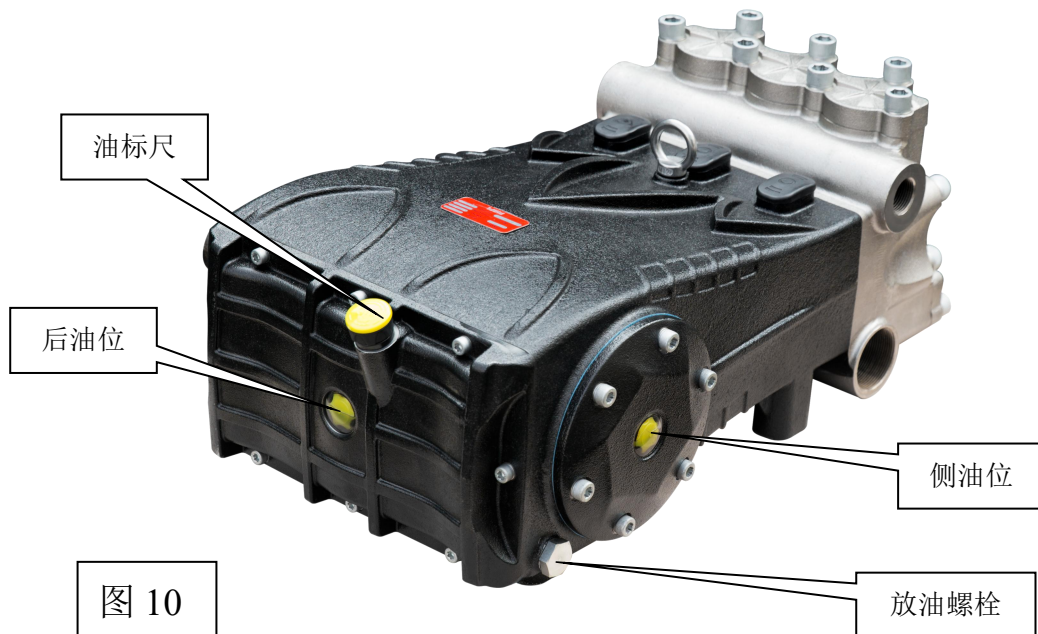

图 10
10.1.6 如图 10 泵处于水平位置时加油，直到油到处于油位刻度的一半以上。